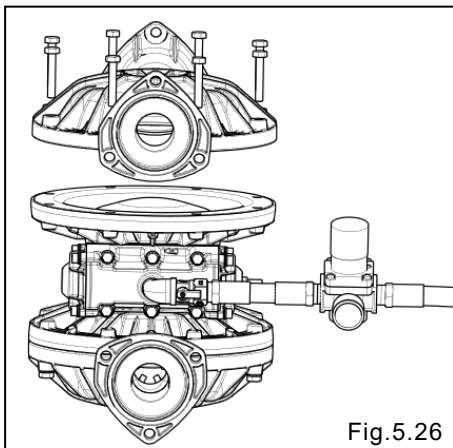

Fig.5.26
- Instale la otra cámara de líquido mientras se alimenta simultáneamente aire comprimido [Fig.5.26].